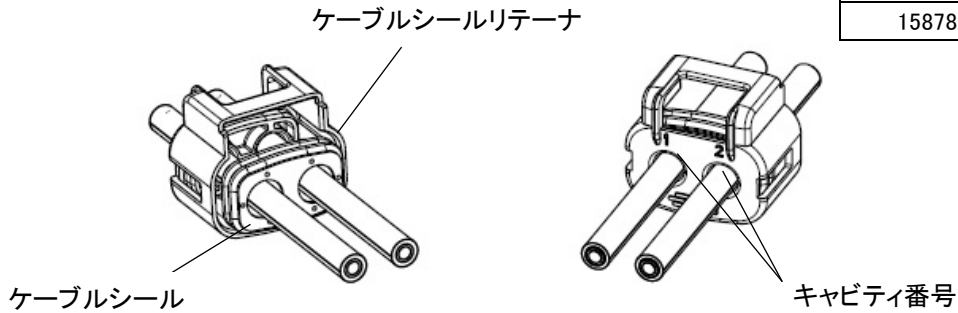

Fig.9
- 5.1. Fig.9 に示される方向でケーブルシールリテーナとケーブルシールを順に組み付けます。